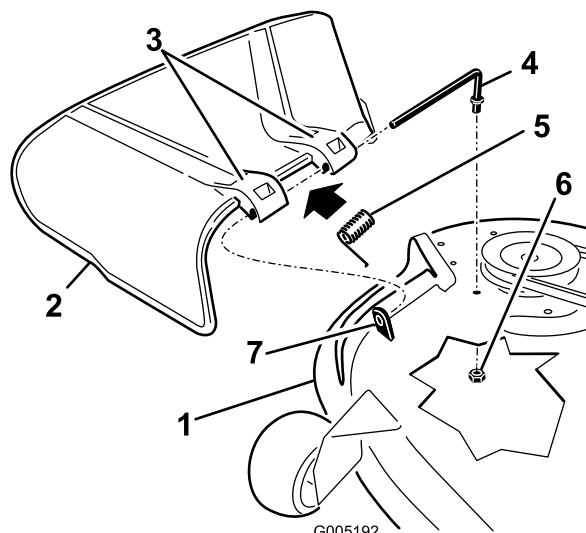

Figura 57
1. Individuate le parti illustrate nella Figura 57.
2. Togliete il dado (da 3/8 poll.) dall'asta sottostante il tosaerba (Figura 57).
3. Estraete l'asta dal distanziatore corto, dalla molla e dal deflettore dell'erba (Figura 57). Togliete il deflettore dell'erba tagliata se è danneggiato o consumato.
4. Riposizionate il deflettore dell'erba (Figura 57).
6. Collocate la molla sull'asta (tenendo abbassati i fili alle estremità), tra le staffe del deflettore di sfalcio. Fate scorrere l'asta attraverso la seconda staffa del deflettore dell'erba (Figura 57).
7. Inserite l'asta dalla parte anteriore del deflettore dello sfalcio, nel piccolo isolatore sul piatto di taglio. Fissate l'estremità posteriore dell'asta nel tosaerba con un dado (3/8 poll.) (Figura 57).